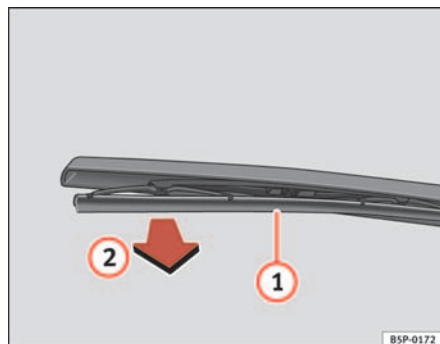

Abb. 166 Scheibenwischerblatt hinten auswechseln
⇒ Abb. 166.
- Hängen Sie das Wischerblatt ① aus und ziehen Sie es heraus
② ⇒ Abb. 166.